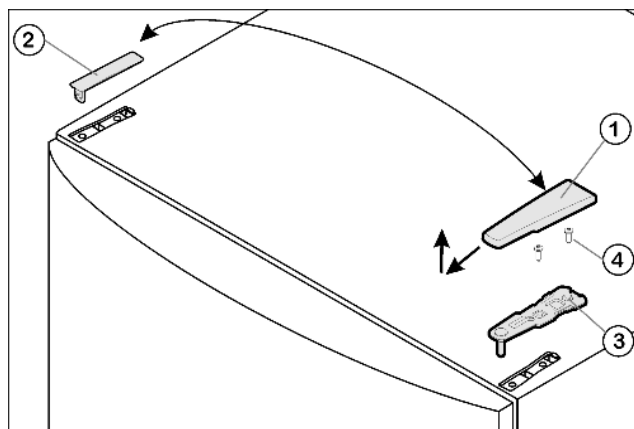

Fig. 4
- Крышку Fig. 4 (1) снимите движением вперед и вверх.
- Снимите крышку Fig. 4 (2).
- Открутите верхний опорный кронштейн Fig. 4 (3) (2 шт. Torx 25) Fig. 4 (4) и вытяните вверх.
- ▶ Установите верхний опорный кронштейн Fig. 4 (3) на новой стороне шарнира и защелкните в дверце.
- ▶ Прикрутите верхний опорный кронштейн (с моментом 4 Нм) (2 шт. Torx 25) Fig. 4 (4). При необходимости проделайте отверстия или используйте аккумуляторную отвертку.
- ▶ Наденьте и защелкните крышку Fig. 4 (1) и крышку Fig. 4 (2) на противоположной стороне снаружи.